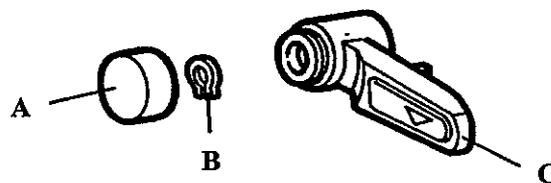

fig. 21
**H1018, H1030 models (fig. 21).** Remove the door lock plug (A), using a screwdriver. Disassemble the elastic ring (B), that secures the handle. Remove the handle (C) from the machine.
**Modelos H1018, H1030 (fig. 21).** Desmontar el tapón (A) de la empuñadura de cierre, ayudándose con un destornillador. Desmontar el anillo elástico (B) de fijación de la empuñadura. Separar la empuñadura (C) del resto de la lavadora.
**Modèles H1018, H1030 (fig. 21).** Démonter le bouchon (A) de la poignée de fermeture, à l'aide d'un tournevis. Démonter la bague élastique (B) de fixation de la poignée. Séparer la poignée (C) de la machine.